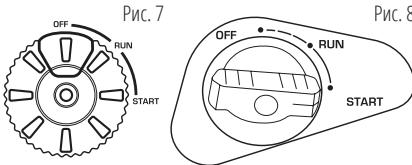

Рис. 7
3. Поверните колесо многофункционального выключателя в положение OFF (рис. 7).